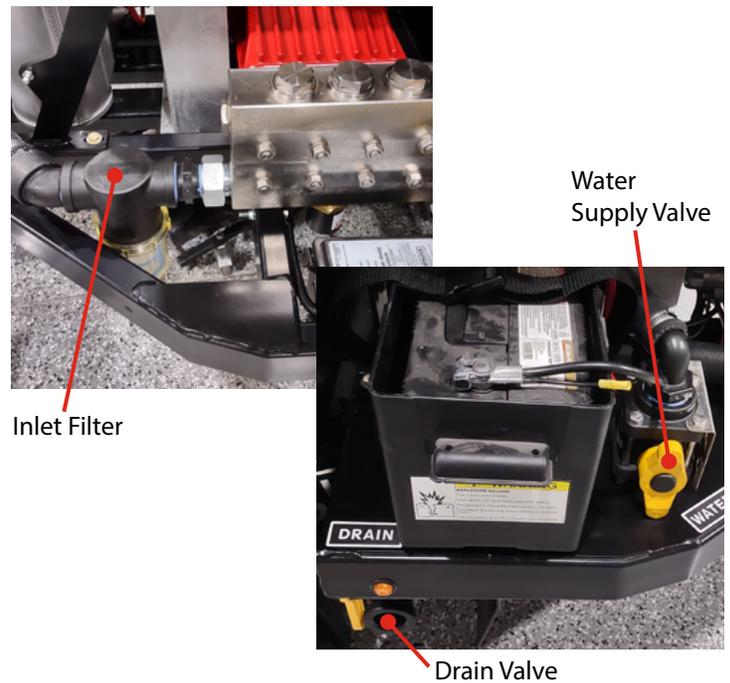

Fig. 20.1
5. Gire la válvula de suministro de agua a la posición "Anticongelante" (Fig. 20.1).
1. Confirme que la válvula de drenaje y la válvula anticongelante estén cerradas. Confirme que la válvula de suministro de agua y la válvula del carrete de llenado estén abiertas (Fig. 20.1 & 22.1).